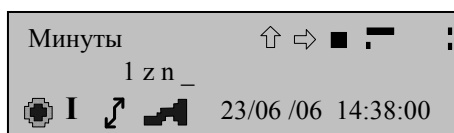

Рисунок 12
- введения второго и последующего символа (рисунок 12) выполняется так же, как было указано выше для первого символа;